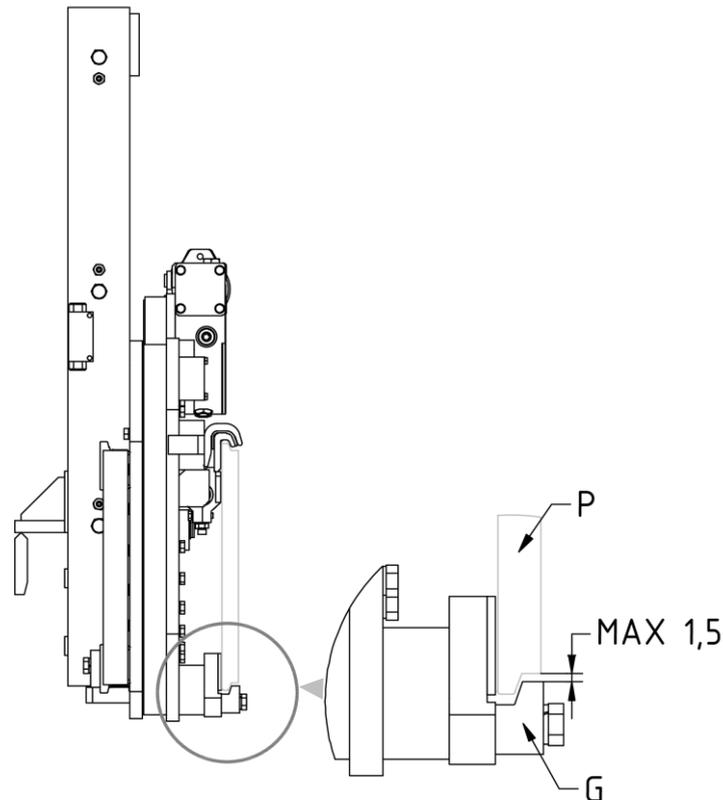

Abbildung 9
8. Schrauben Sie die 2 unteren Haken **G** so an, dass ihr Körper auch unterhalb der Trägerplatte der Gabel **P** eingehängt bleibt (mit einem Spiel von max. 1,5 mm, siehe Detail *Abbildung 9*) und ziehen Sie sie mit dem in der *Tabelle 4* genannten Anzugsmoment an.
3. Kontrollieren Sie, ob das Spiel zwischen dem unteren Teil der Gabelzinkenträgerplatte und den unteren Haken des Geräts mit der Angabe in der *Abbildung 4* (Seite 12) und *Abbildung 9* (Seite 16) übereinstimmt, und ziehen Sie gegebenenfalls die Schrauben, die sie halten, nach.